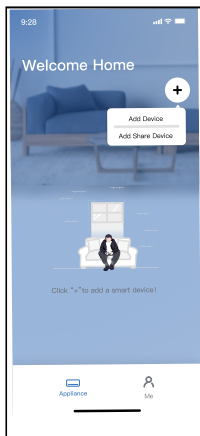

Rys. 4.4.1
1. Kliknij “Shared QR code” (Udostępnij kod QR). (Rys. 4.4.1)